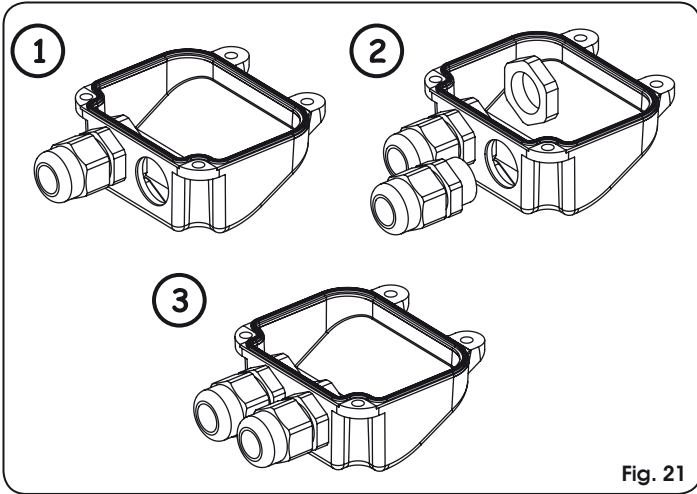

Fig. 21
- Auch die zweite vorperforierte Öffnung auf dem Deckel durchbrechen, Abb. 21.
- Die mitgelieferte Kabelführung montieren, Abb. 21.